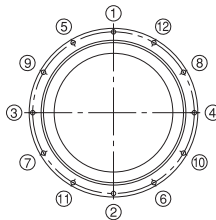

Abb.1 Befestigungsreihenfolge
- (1) Zunächst den Befestigungsflansch für den ungeteilten, rotierenden Ring (Innenring beim Typ RB/RA, Außenring beim Typ RE) montieren.
- (2) Setzen Sie den Befestigungsflansch auf das Lager auf. Bewegen Sie den Flansch leicht hin- und her, bis die Bohrungen für die Schrauben übereinstimmen.
- (3) Stecken Sie die Befestigungsschrauben in die Bohrungen. Drehen Sie die Schrauben von Hand ein und achten Sie dabei darauf, dass die Bohrungen korrekt übereinanderliegen und die Schrauben nicht verkanten.
- (4) Ziehen Sie die Schrauben in drei bis vier Schritten von leicht bis vollständig an. Gehen Sie dabei in diagonaler Reihenfolge vor, wie in Abb.1 dargestellt. Beim Anziehen von geteilten Innen- oder Außenringen lässt sich ein Versatz zwischen Ring und Gehäuse durch leichtes Drehen des einteiligen Außen- oder Innenrings korrigieren.